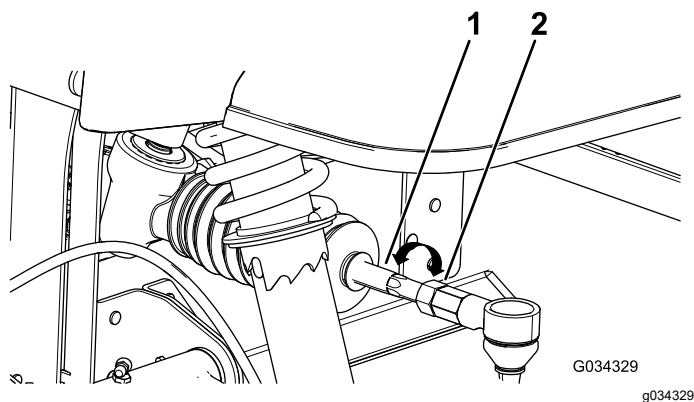

図 47
4. 前後の測定値の差が所定範囲 $0 \pm 3\text{mm}$ にならない場合は、タイロッドの外側端部にあるジャムナットをゆるめて調整を行う 図 47。